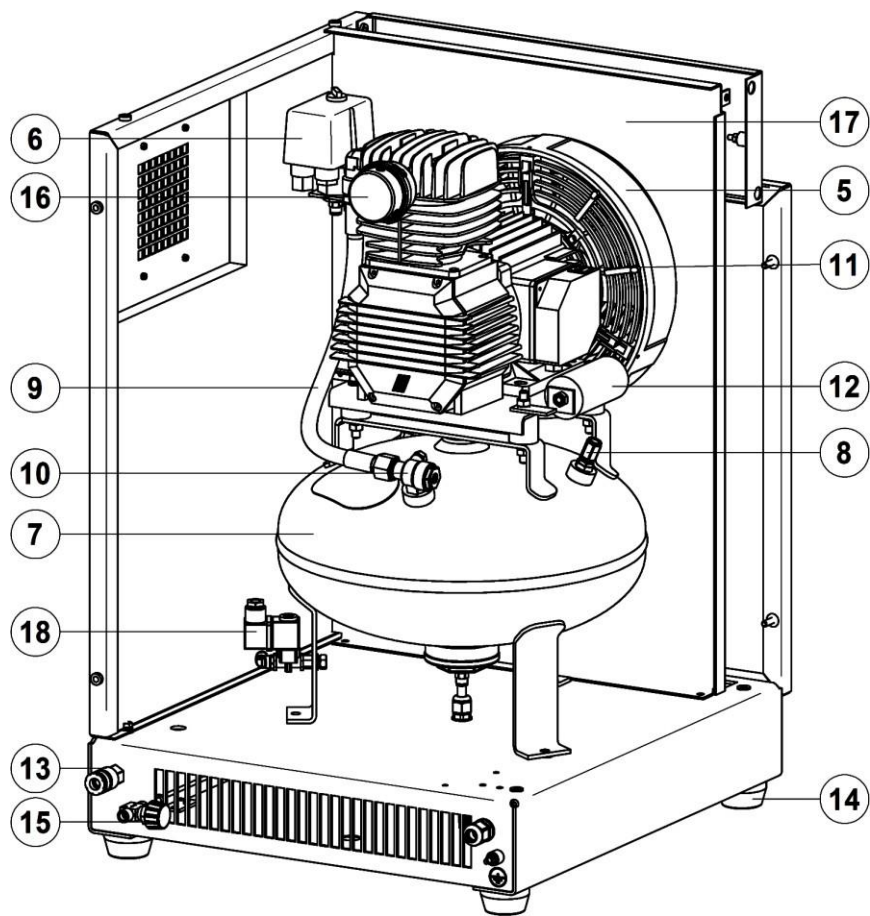

Рисунок 3 - Общий вид компрессора СБ4-16.GMS150К
- Выверните фильтр **16** (рис. 3, 5) при обслуживании компрессора с поршневым блоком GMS150. Ослабьте крышку всасывающего фильтра;